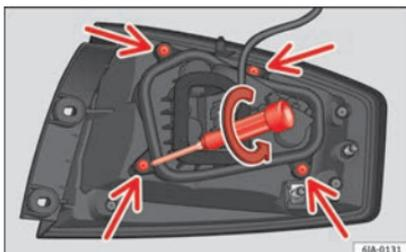

Fig. 100 Parafusos de fixação na parte posterior da unidade de luz traseira.
- Desaperte os quatro parafusos de fixação do porta-lâmpadas para a esquerda com a chave de fendas fornecida ou com uma chave Torx 20 (T20) » » » Fig. 100. Ter cuidado para não perder os parafusos de fixação do porta-lâmpadas.